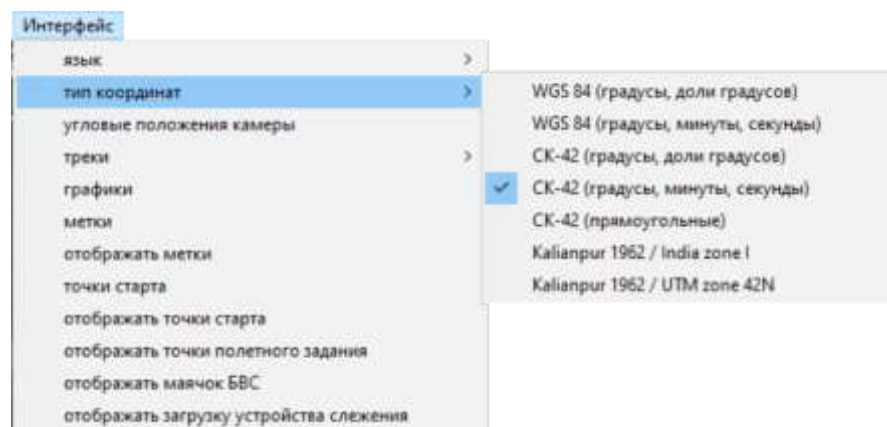

Рисунок 33 – Выбор системы координат
5.3.2 Пункт «Тип координат» предназначен для выбора системы координат, используемой в интерфейсе программы управления БВС (Рисунок 33). Выбранная система координат обозначается символом «галка».